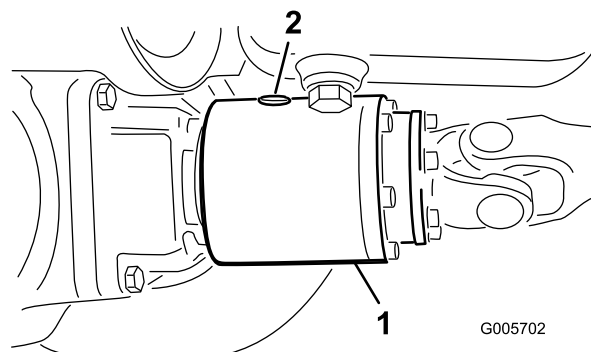

Figura 32
2. Gire el embrague (Figura 32) hasta que el tapón de verificación (mostrado en la posición de las 12) esté en la posición de las 4.